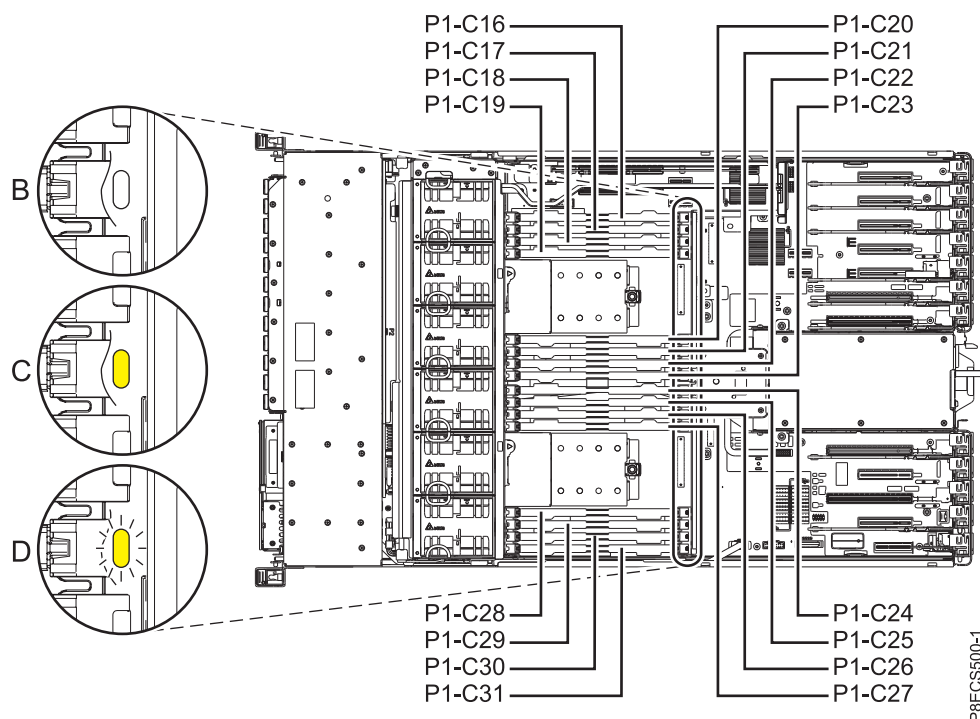

Figura 9. LED per a un mòdul de memòria en funcionament o que ha fallat
- f. Verifiqueu que el LED de color ambre del mòdul de memòria substituït estigui **Off** (desactivat) tal com mostra (B) a la Figura 9 a la pàgina 15.